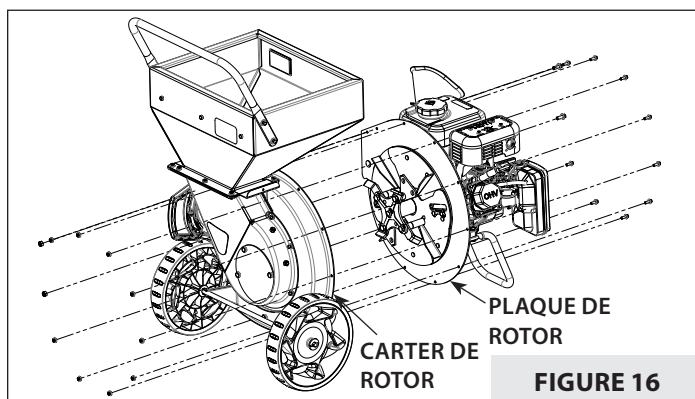

FIGURE 16
3. Détacher le carter de rotor et la trémie de la plaque du rotor. **VOIR FIGURE 16.**
4. Remonter le carter de rotor et la trémie. **VOIR FIGURE 16.**